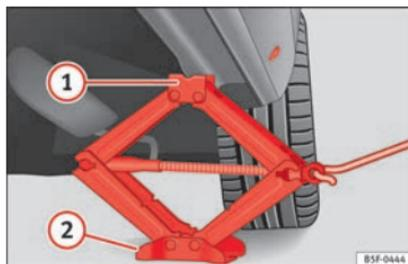

Abb. 187 Längsholm: Wagenheber ansetzen.
- Drehen Sie den Wagenheber* unter dem Aufnahmepunkt am Unterholm so weit hoch, bis sein Aufnahmehorn ① »» Abb. 187 unter der vorgesehenen Aufnahme steht.
- Richten Sie den Wagenheber* so aus, dass sein Aufnahmehorn ① in die dafür vorgesehene Aufnahme am Unterholm „greift“ und die bewegliche Grundplatte ② plan